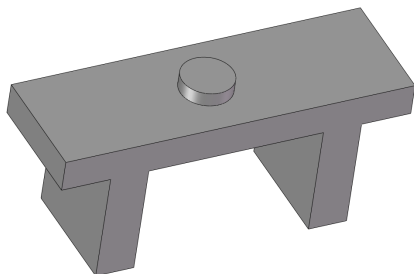

图 9-5 创建基体法兰特征
(5) 单击【确定】按钮, 即可创建基体法兰特征, 效果如图 9-5 所示。